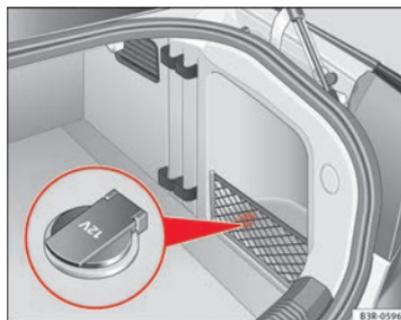

Fig. 124 Detalle del revestimiento lateral del maletero: Toma de corriente de 12 voltios
- Eleve la tapa de la toma de corriente ⇒ fig. 124.